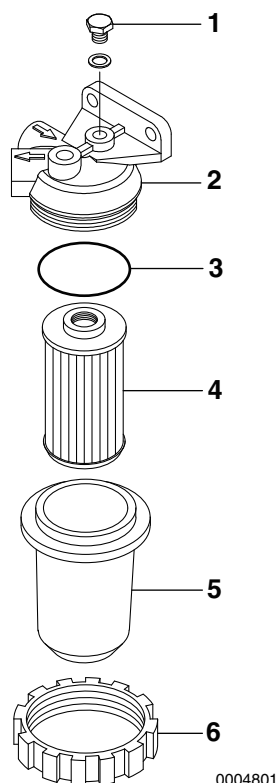

Figura 6
3. Desaperte o anel de retenção (**Figura 6, (6)**), remova a caixa do filtro (**Figura 6, (5)**) e drene qualquer água ou sedimento colectado dentro da mesma.
4. Após a drenagem, aperte o tampão de purga de ar (**Figura 6, (1)**).